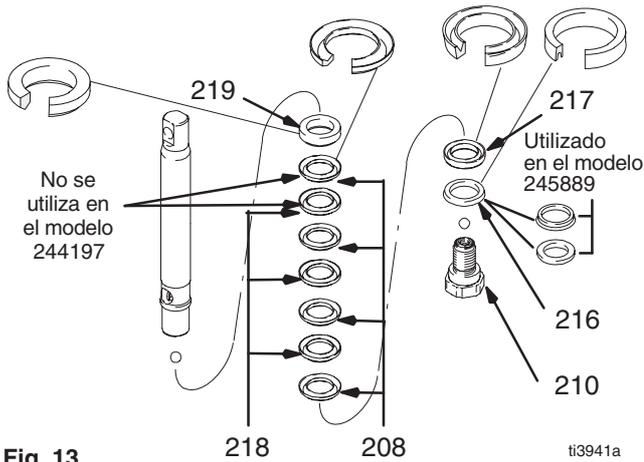

Fig. 13
Fig. 13. Antes de montar, empape todas las empaquetaduras de cuero con aceite SAE 30W durante 1 hora como mínimo. Coloque el casquillo macho (219) en el vástago del pistón. Coloque las empaquetaduras alternando las empaquetaduras UHMWPE (208) con las de cuero (218) (observe la orientación) en el vástago del pistón. Coloque el casquillo hembra (217). Coloque la guía del pistón (216) (observe la orientación) en la válvula del pistón (210). El parche especial de sellado de las roscas de la válvula del pistón es válido para cuatro cambios de empaquetaduras. Después de estos cuatro cambios, aplique Loctite® en las roscas de la válvula del pistón.